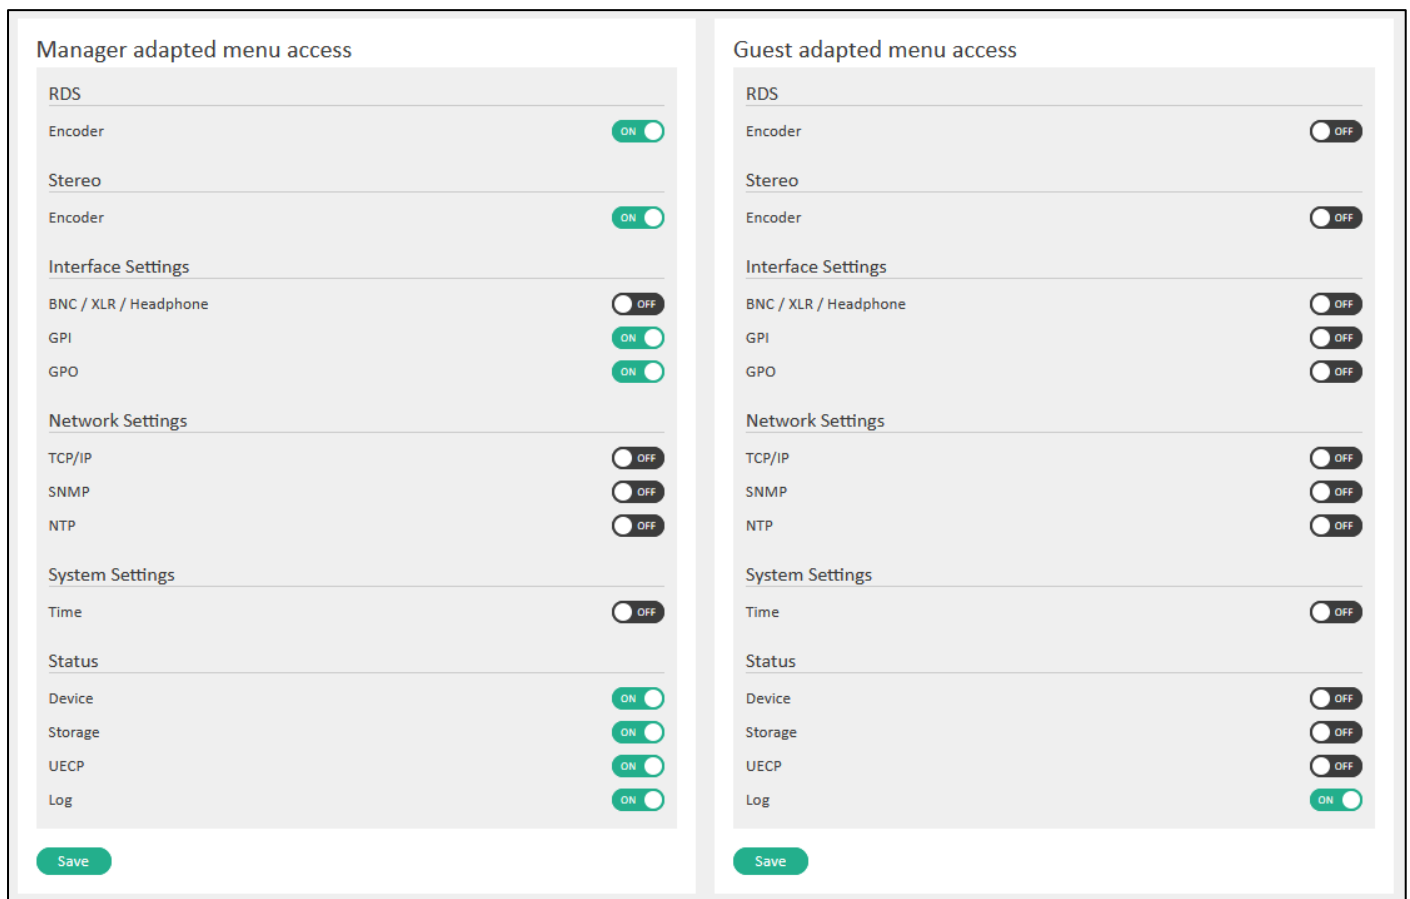

Abbildung 52: Zugriffskonfiguration für das Manager- und Gastzugangskonto
HINWEIS: Bestimmte Einstellungen sind unter Zugangskonto „Manager“ **nicht** verfügbar. Der Zugang zu einzelnen Menüs kann von „admin“ konfiguriert werden (s. Abbildung 52 auf Seite 69).
2. In den zusätzlichen Feldern „Manager -“ und „Guest adapted menu access“, unterhalb der Konfigurationsmenüs für Zugangskonten, können Sie den Zugang zu den einzelnen Menüs aktivieren oder deaktivieren, indem Sie den Schalter auf „ON“ oder „OFF“ schalten (s. Abbildung 52):